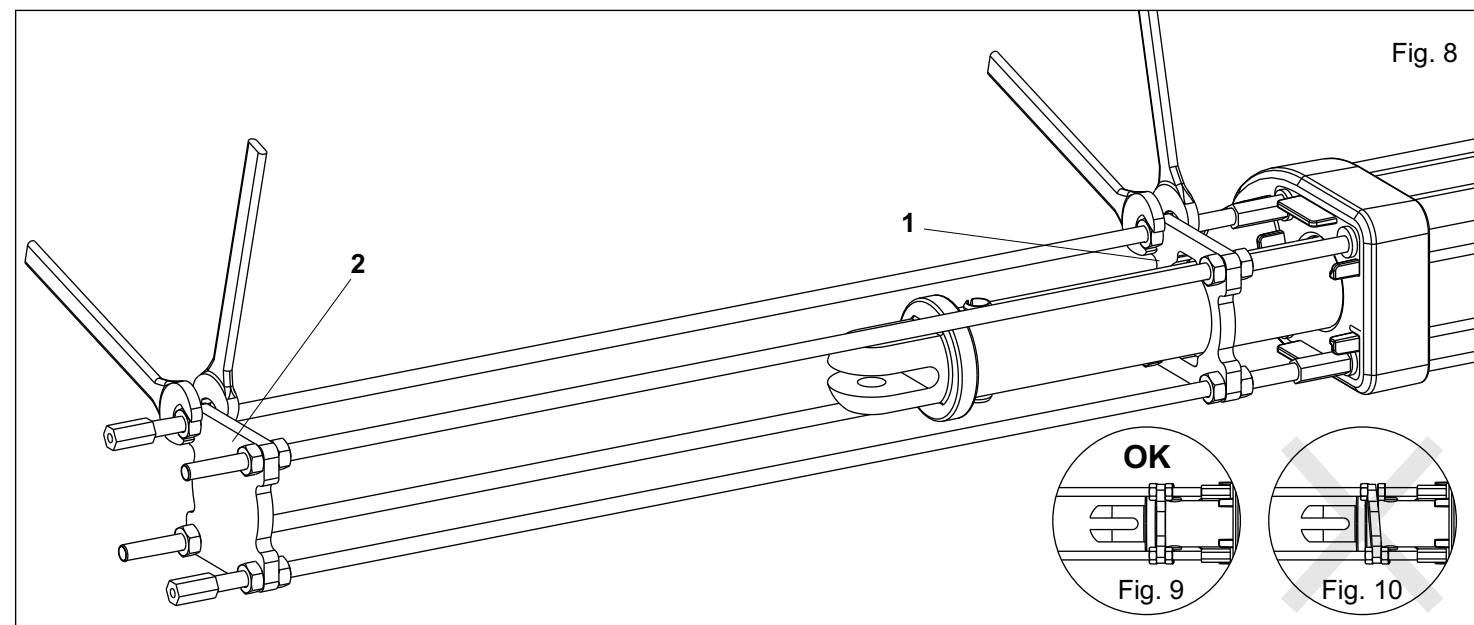

Fig. 8
8. Ajustar el golpe mecánico según sus necesidades, utilizando los dados adecuados (Fig.8)